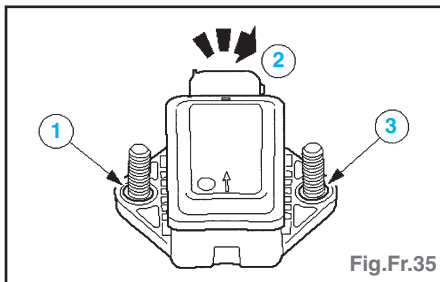

Fig.Fr.35
- Déposer le capteur de vitesse de lacet (Fig.Fr.35) :